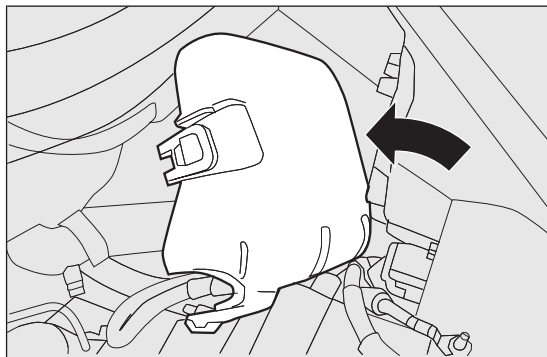

fig. 176
- ❑ spostare il coperchio verso il proiettore, ruotandolo in senso antiorario (come indicato dalla freccia) e successivamente rimuoverlo fig. 176;